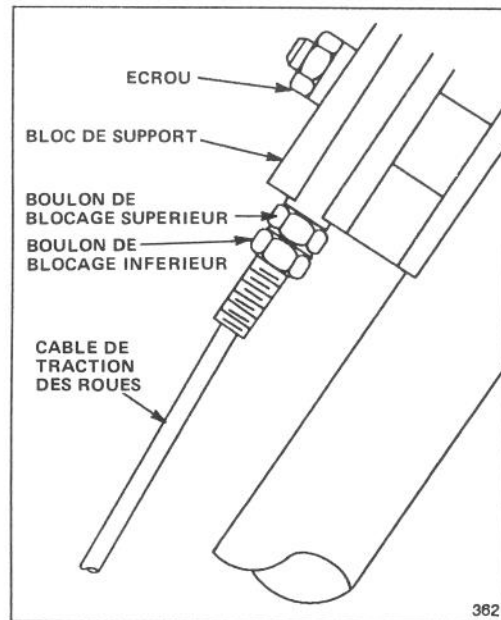

Figure 16
2. Desserrez l'écrou du bloc de support (Fig. 16).
3. Desserrez le contre-écrou inférieur sur le câble de traction des roues (Fig. 16).
8. Une fois le réglage terminé, le boulon de blocage supérieur doit se trouver contre le bloc de support (Fig. 16).